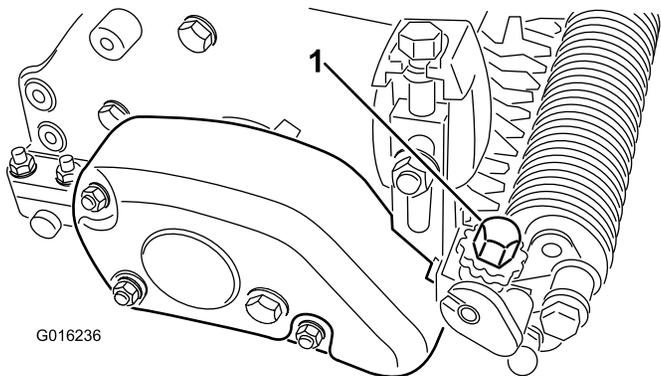

Figure 25
- 5. À une extrémité de l'arbre du groomer, mesurez la distance entre la pointe la plus basse d'une des lames du groomer et la surface de travail. Tournez le bouton de réglage de hauteur du groomer (Figure 25) pour élever ou abaisser la pointe de la lame à la hauteur voulue. Chaque cran sur le bouton de réglage correspond à peu près à 0,08 mm de profondeur du groomer.